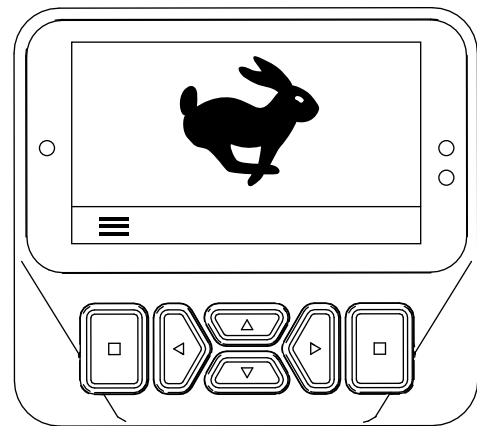

图 77
**注意** InfoCenter 信息中心会显示行驶图标图 77。